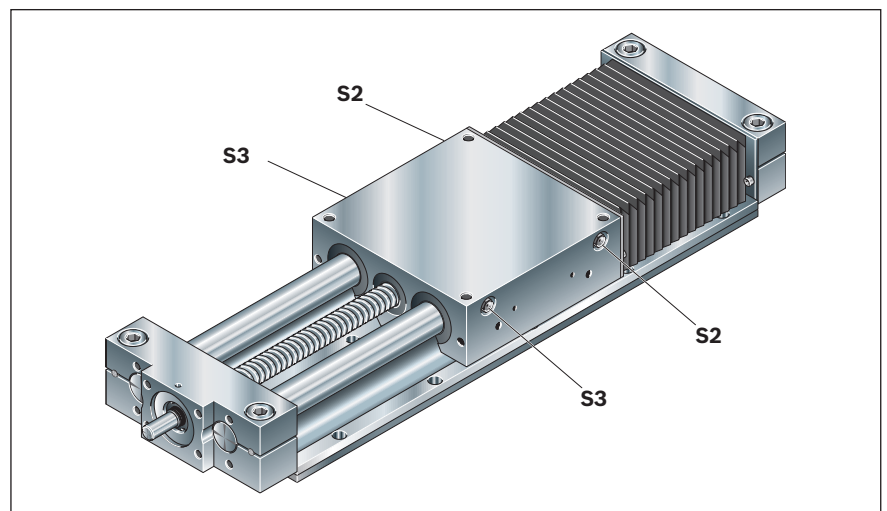

Fig. 55: Linearschlitten SOK schmieren
4. Bei der offenen Bauform SOK je einen Schmiernippel S2 und S3 schmieren ➡ ☒ Fig. 55 auf Seite 41.